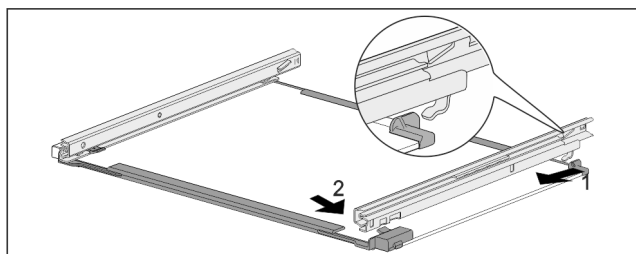

Fig. 203 Glasplatte mit Schienen
- Schiene hinten einhaken. Fig. 203 (1)
- Schiene vorne einrasten. Fig. 203 (2)